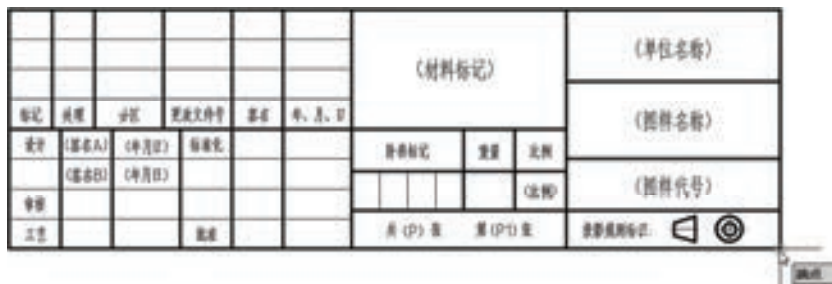

图 6-46 指定插入基点
11) 在“块定义”对话框的“基点”选项组中单击“拾取点”按钮 ，选择图 6-46 所示的端点作为块的插入基点。